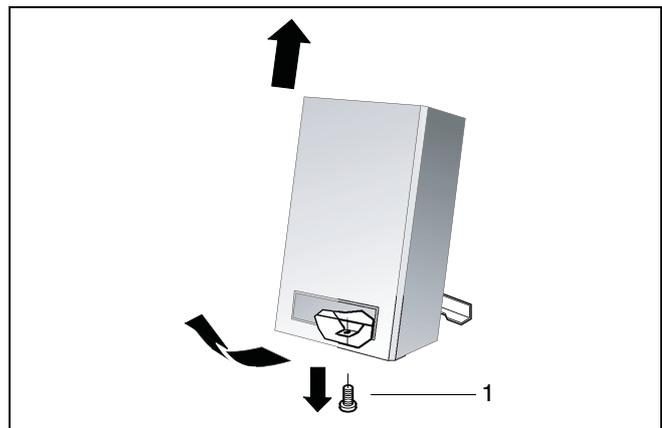

Abb. 4 Verkleidung abnehmen
- Halteschraube der Verkleidung lösen (Abb. 4, Pos. 1).